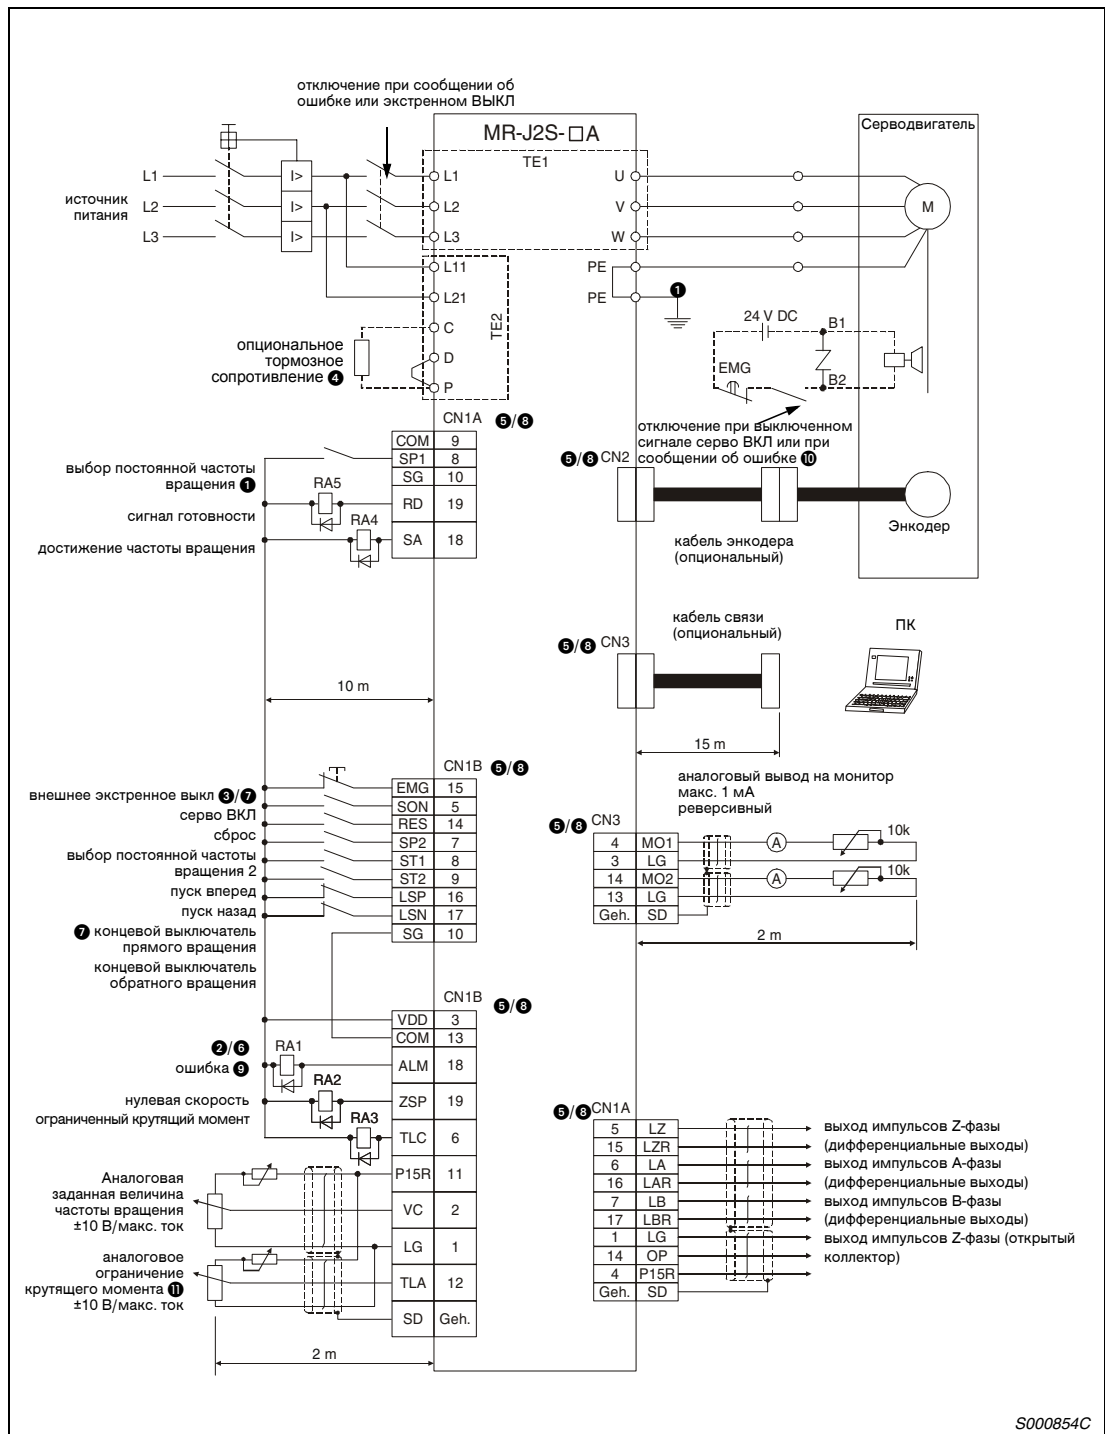

Рис.3-37: Примерная схема для регулирования частоты вращения в положительной логике входа/отрицательной логике выхода
- 1 Соблюдайте правильность заземления серводвигателя и сервоусилителя. Во избежание электрического удара Вам необходимо соединить клемму защитного соединения (PE) сервоусилителя, обозначенную  $\perp$ , с клеммой заземления распределительного ящика.
**Указания к рис. 3-37 и рис 3-38**